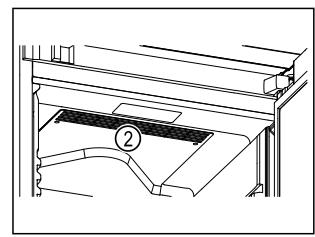

Fig. 65
- ❑ Lüftungsschlitzte Fig. 65 (2) des Umluftgebläses im Innenraum freihalten.